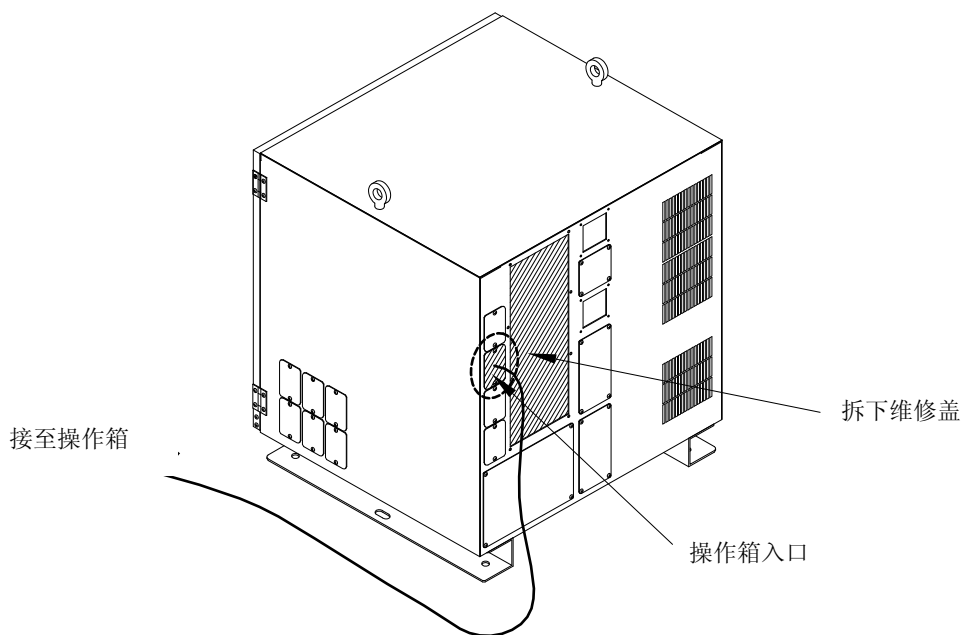

图 3.5.1 操作箱的连接（穿电缆）
- 2 拆下图 3.5.1 所示的维修盖。
- 3 将操作箱连接器穿过控制装置背面的进线口，如图 3.5.1 所示。